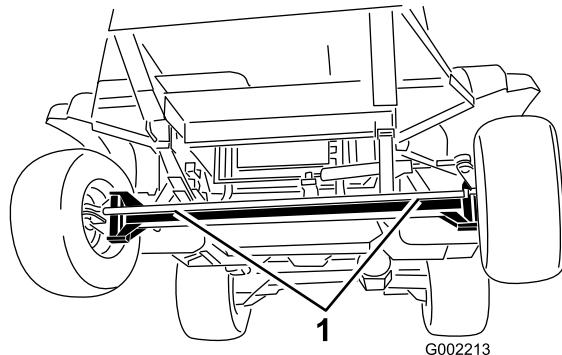
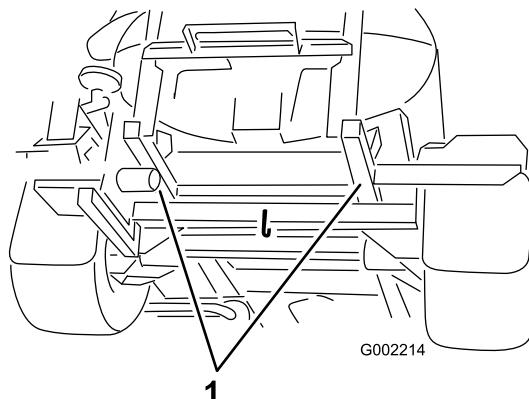

Figura 53
Figura 54
4. Conecte un cable de remolque al bastidor; consulte los puntos de remolcado delanteros y traseros (Figura 53 y Figura 54).